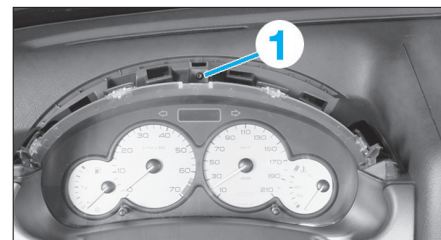

FIG. 23
- Déposer la vis (1) de fixation du combiné d'instruments (Fig.23).